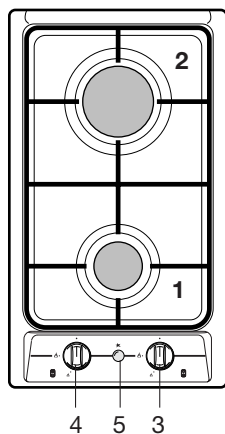

Fig. 1.1
**"2 GAS" COOKING HOB** (Fig. 1.1)